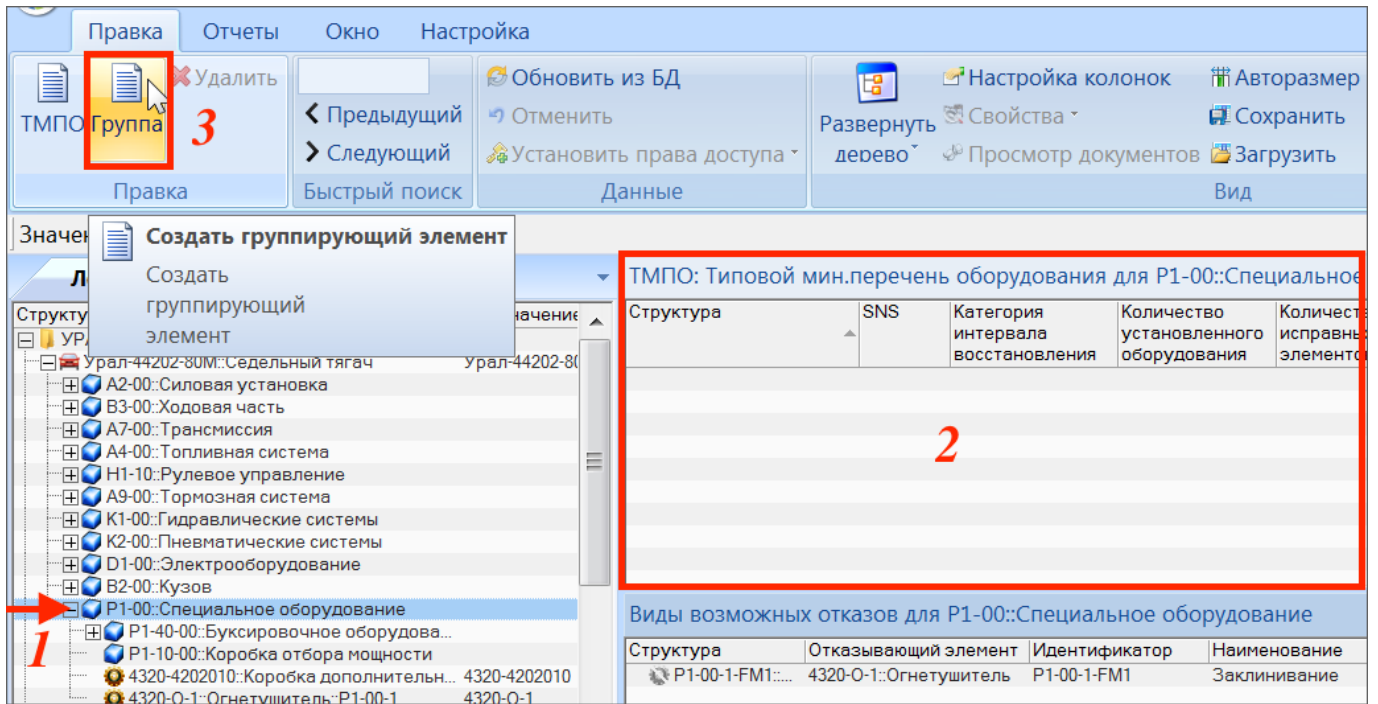

Рис. 15-2 – Создание группы в ТМПО
2) В окне «Логистическая структура» выбрать элемент ЛСИ – основную систему (1, рис. 15-2).